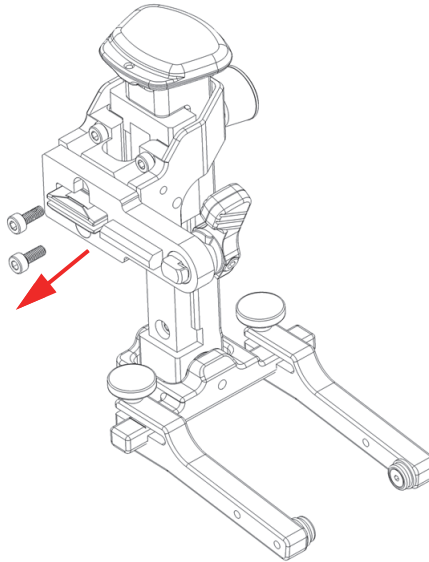

Abbildung 2-20 Entfernen von zwei Schrauben
1. Entfernen Sie die beiden Schrauben an der Halterung der federbelasteten Arme mit einem 2,5-mm-Sechskantschlüssel (Abbildung 2-20 auf Seite 51).